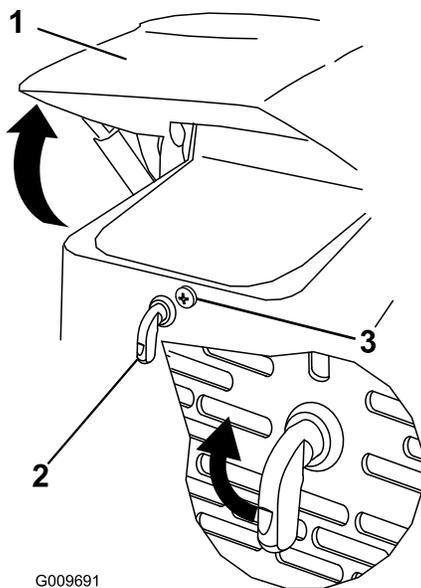

Bild 30
1. Lösen der Arretierschraube an der Motorhaube (Bild 30)
3. Ziehen Sie die Arretierschraube der Motorhaube fest, um den Riegel zu arretieren (Bild 30).
2. Drehen Sie den Motorhaubenriegel nach rechts (Bild 30).
3. Klappen Sie die Haube hoch (Bild 30).